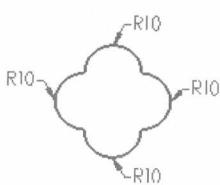

图1-17
**【练习1-17】：** 利用【Create】/【Arc】/【Create Arc Polar】极坐标圆弧命令，绘制如图1-17所示图形。